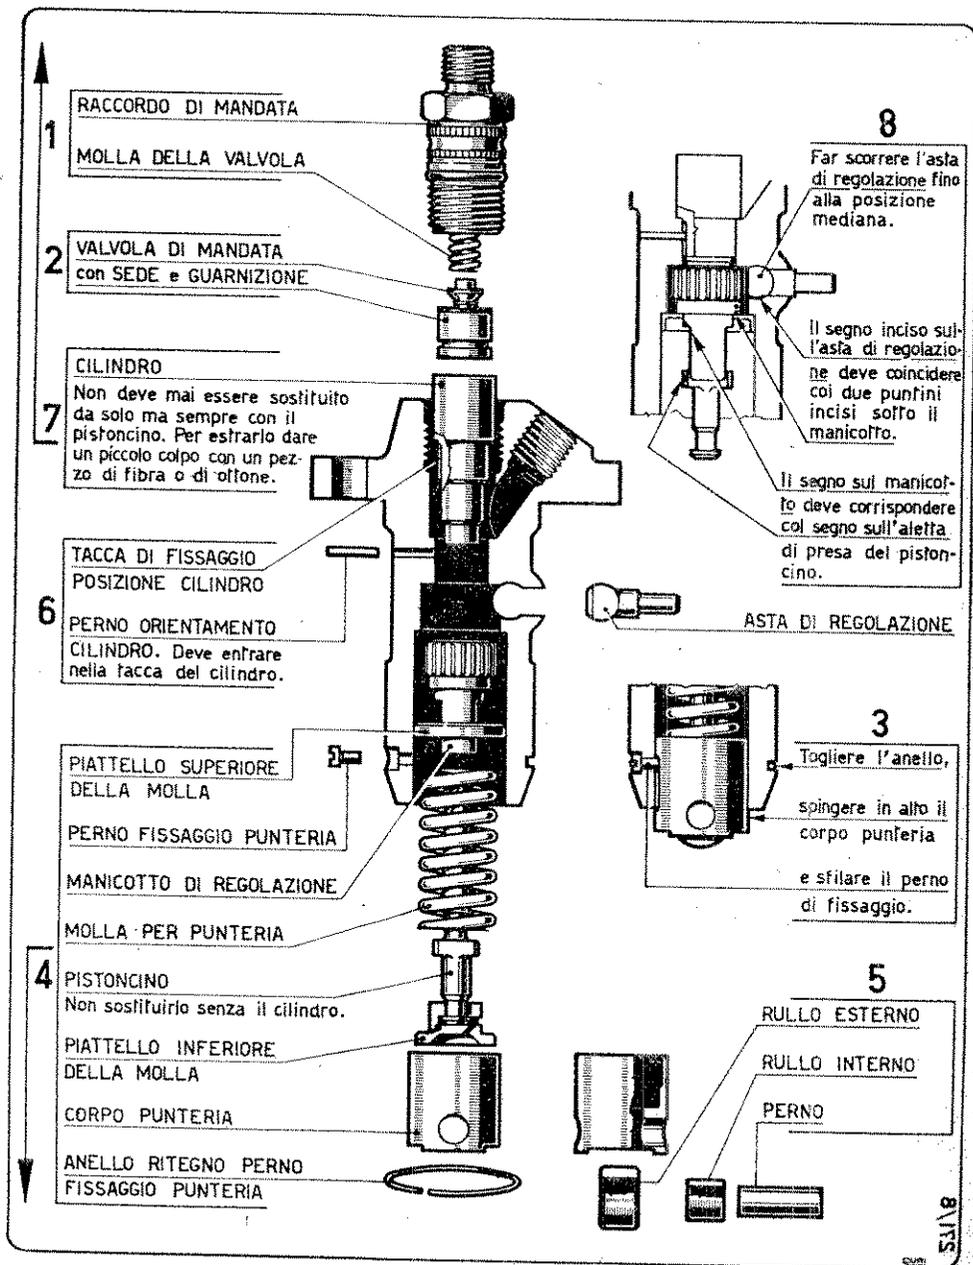

Fig. 1 - ISTRUZIONI PER LO SMONTAGGIO E IL RIMONTAGGIO DELLA POMPA INIEZIONE
A) Pompa iniezione. — E' del tipo Bosch; è fissata in apposito alloggiamento del basamento. La canna agisce sul rullino del pompante tramite un bilanciere. Per quanto riguarda le istruzioni per lo smontaggio e il rimontaggio degli elementi che compongono la pompa iniezione vedere fig. 1 a pag. 6.